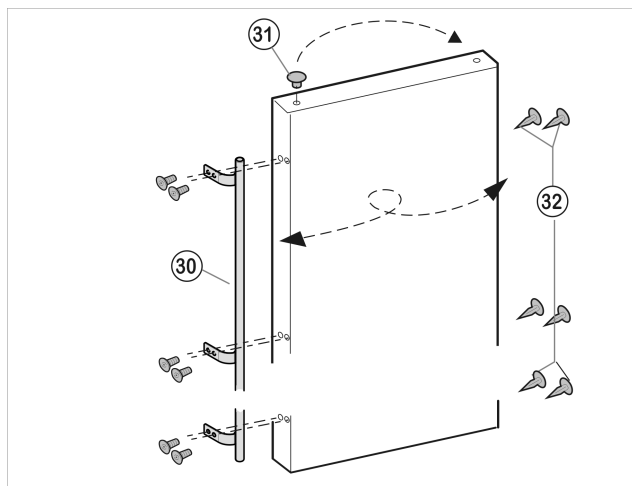

Fig. 22
- Enlever le bouchon Fig. 22 (31) hors du coussinet de la porte et le mettre de l'autre côté.
- Démonter la poignée de porte Fig. 22 (30) et les bouchons Fig. 22 (32) et les mettre de l'autre côté.